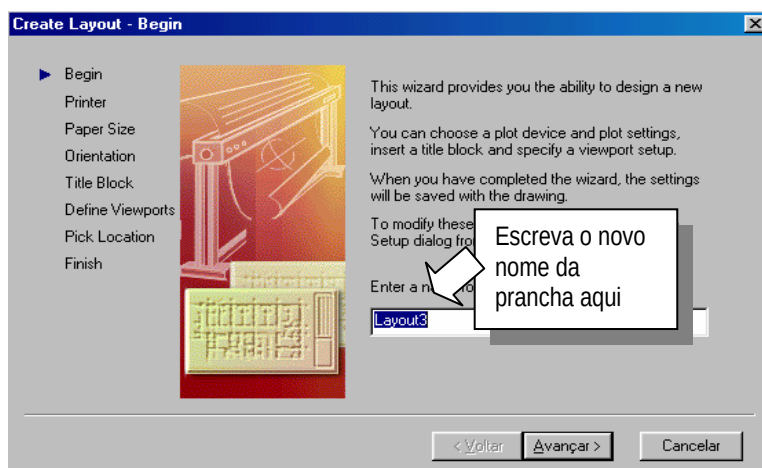

Figura 10.7 – Janela BEGIN do CREATE LAYOUT
3. Na janela CREATE LAYOUT escreva o nome do novo LAYOUT que você deseja inserir (figura 10.7). Em seguida, clique em AVANÇAR.